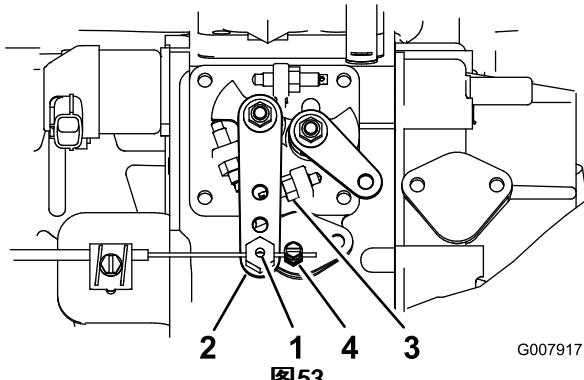

图53
2. 拧松油门拉线接头，接头位于油门拉线上靠近喷射泵控制杆的地方（图53）。
3. 将喷射泵控制杆臂固定到高急速限位螺栓（图53）上。